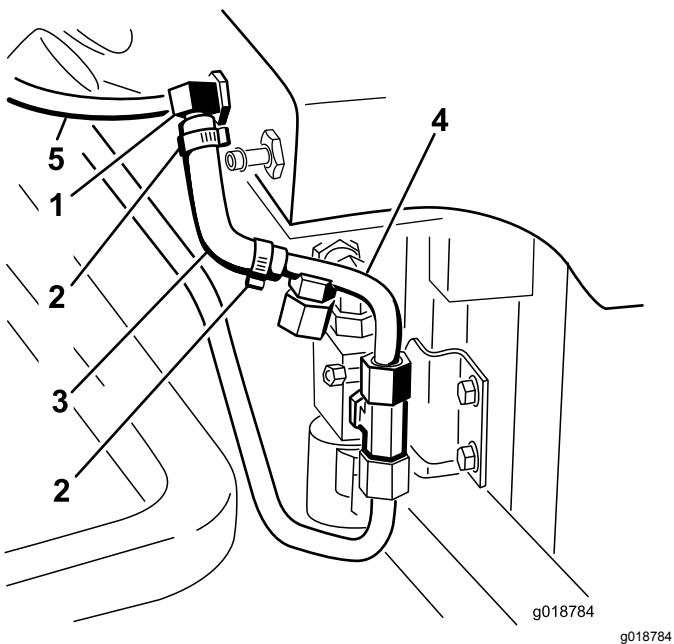

Figura 32
11. Deslize as duas braçadeiras de tubos pequenas para o tubo moldado hidráulico pequeno (Figura 32).
12. Instale a perna comprida do tubo moldado no T de 90 graus no depósito hidráulico (Figura 32).
13. Instale a perna curta do tubo moldado na extremidade estriada do tubo hidráulico número 4 (Figura 32).
15. Instale sem apertar o tubo hidráulico número 5 no T pequeno de 90 graus (Figura 32).